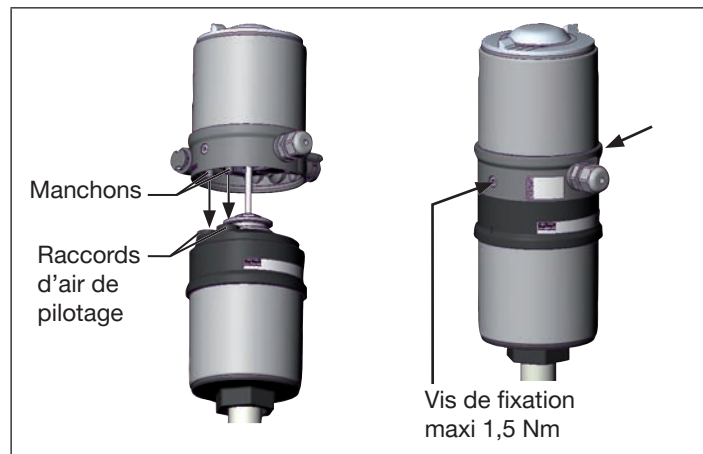

Fig. 12: Montage du Remote Sensor linéaire, séries 2103, 2300 et 2301
2. les manchons du Remote Sensor entrent dans les raccords d'air de pilotage de l'actionneur (voir également « Fig. 12 »).